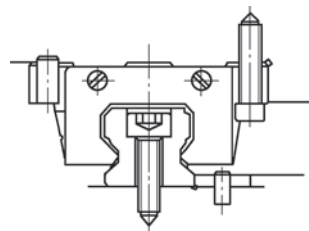
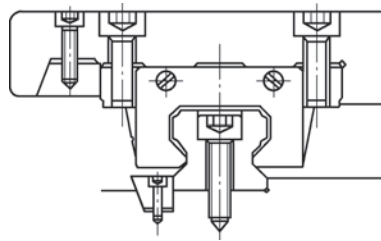

图 10
图 11
用。③定位销固定(见图10),其最大的优点就是可以消除间隙、防止窜动,适合振动大、有冲击力的场合;不足之处是需要定制非标滑块,非标滑块上预留销孔。④楔块固定(见图11),最为常见也最为方便、有效,需要注意的是过大的锁紧力会造成导轨弯曲;另外,压槽块与沟槽的形状不匹配会造成安装精度的问题。